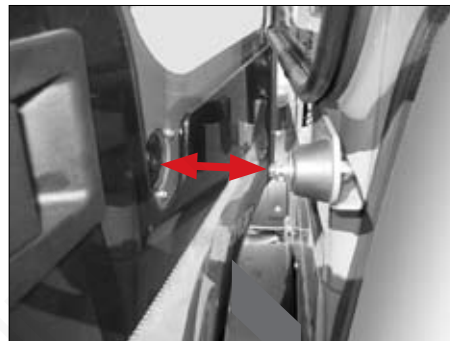

Fig. 23
- Lås Dør ved at lade håndtaget gå i hak i låsen (fig. 23).